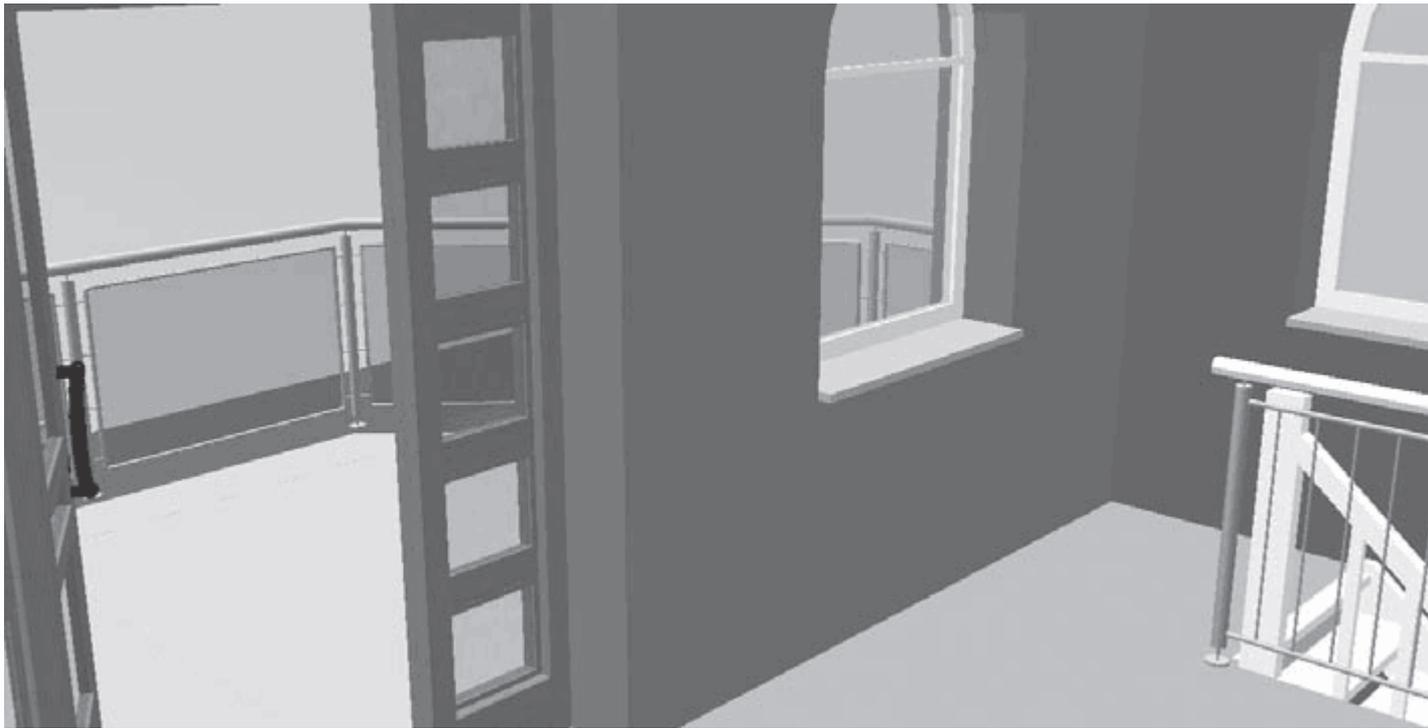

Рис. 5.18. Положение наблюдателя после перемещения
7. Достигнув противоположного угла комнаты, отпустите кнопку мыши. После этого переведите указатель в левый нижний угол окна трехмерного представления, но не слишком близко к нижней кромке окна. Когда указатель примет вид круговой стрелки, вновь нажмите левую кнопку мыши и удерживайте ее, в результате чего наблюдатель должен начать поворачиваться вокруг своей оси. Выполните поворот приблизительно на 180° , после чего отпустите левую кнопку мыши (рис. 5.18).
Если вы ничего не изменяли после перемещения по модели здания, точка наблюдения в трехмерной сцене у вас должна быть все такой же, как на рис. 5.18. Нажмите кнопку Установить положение наблюдателя, после чего введите в открывшемся окне название сохраняемого вида, скажем Положение 1. Нажмите кнопку ОК, чтобы сохранить вид. Теперь после любых перемещений и изменений в ориентации модели вы легко можете вернуться к виду в комнате, выбрав пункт Положение 1 из раскрывающегося списка справа от кнопки Установить положение наблюдателя.